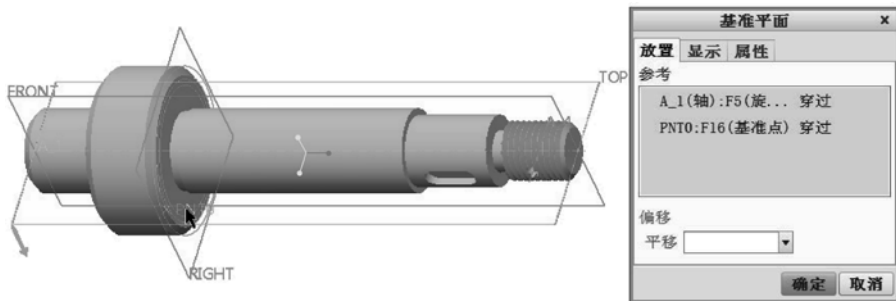

图 13-29 创建基准平面 DTM2
- 2 选择圆柱轴线 A_1, 按住〈Ctrl〉键的同时选择基准点 PNT0, 如图 13-29 所示。